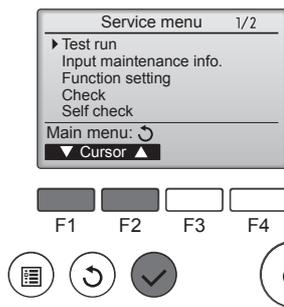

Fig. 7-4
- ③ Sélectionnez "Test run" (Test fonctions) à l'aide du bouton [F1] ou [F2] puis appuyez sur le bouton . (Fig. 7-4)